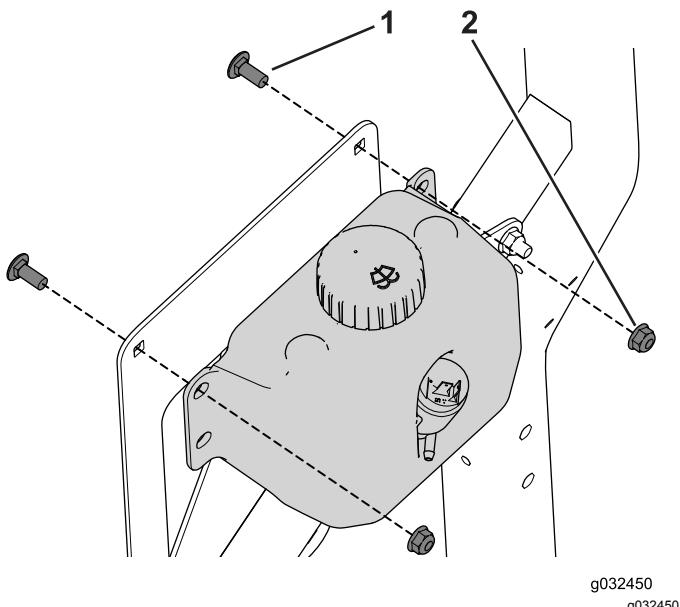

Рисунок 34
3. Установите бачок стеклоомывателя на кронштейн с помощью двух каретных болтов (5/16 x 3/4 дюйма) и фланцевых гаек (Рисунок 34).